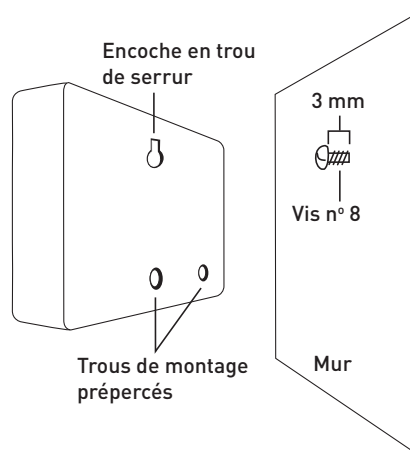

Figure 2 : Accrochez la minuterie au mur en insérant la vis dans l'encoche en trou de serrure
- Glissez le HRL-100-60W sur la vis saillante (à l'aide de l'encoche en trou de serrure située à l'arrière). Consultez la figure 2.
- Vissez une vis n° 8 dans un des deux trous prépercés situés dans la partie inférieure arrière du boîtier. Consultez la figure 2.